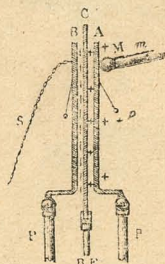

Fig. 172.—Carga del condensador.
*Carga de los platillos.*—Estando sólo el platillo *A* y funcionando la máquina *M*, el péndulo *P* señala electrificación (fig. 172). Si se acerca el platillo *B* que comunica con el suelo por medio de la cadena *S*, el péndulo *B* diverge más, hay pues aumento ó condensación de electricidad en *A*. Esa condensación proviene de la descomposición del fluido neutro de *B* por el fluido (+) de *A* que rechaza el fluido (+) en el suelo y atrae el fluido (—); y este último, obrando á su vez sobre el fluido de la máquina, lo atrae en mayor cantidad sobre el disco *A*.